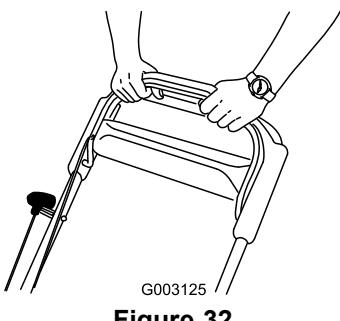

Figure 32
3. Maintenez la barre de commande de la lame contre le guidon (Figure 32).